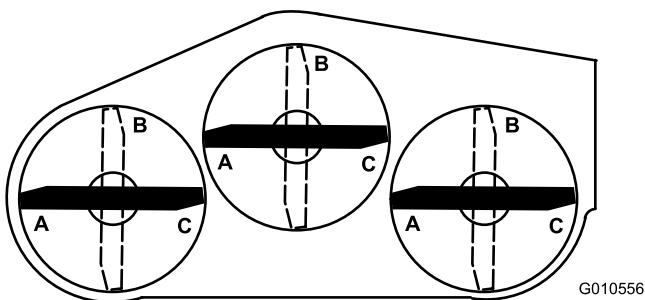
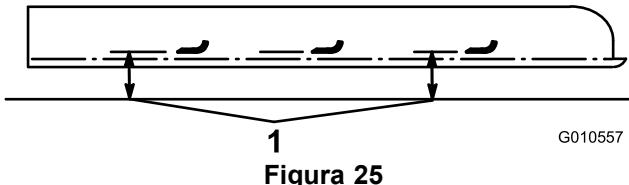

Figura 24
Figura 25
5. Posicione as 3 lâminas na posição A (Figura 24) e meça a partir da superfície nivelada até ao fundo da extremidade da ponta de cada lâmina (Figura 25).
6. Anote a medida obtida em A, rode as lâminas para a posição B (Figura 24), meça a distância de todas
as lâminas até uma superfície nivelada e anote as dimensões (Figura 25).
7. Rode as lâminas para a posição C, meça e anote a distância medida (Figura 24 e Figura 25).